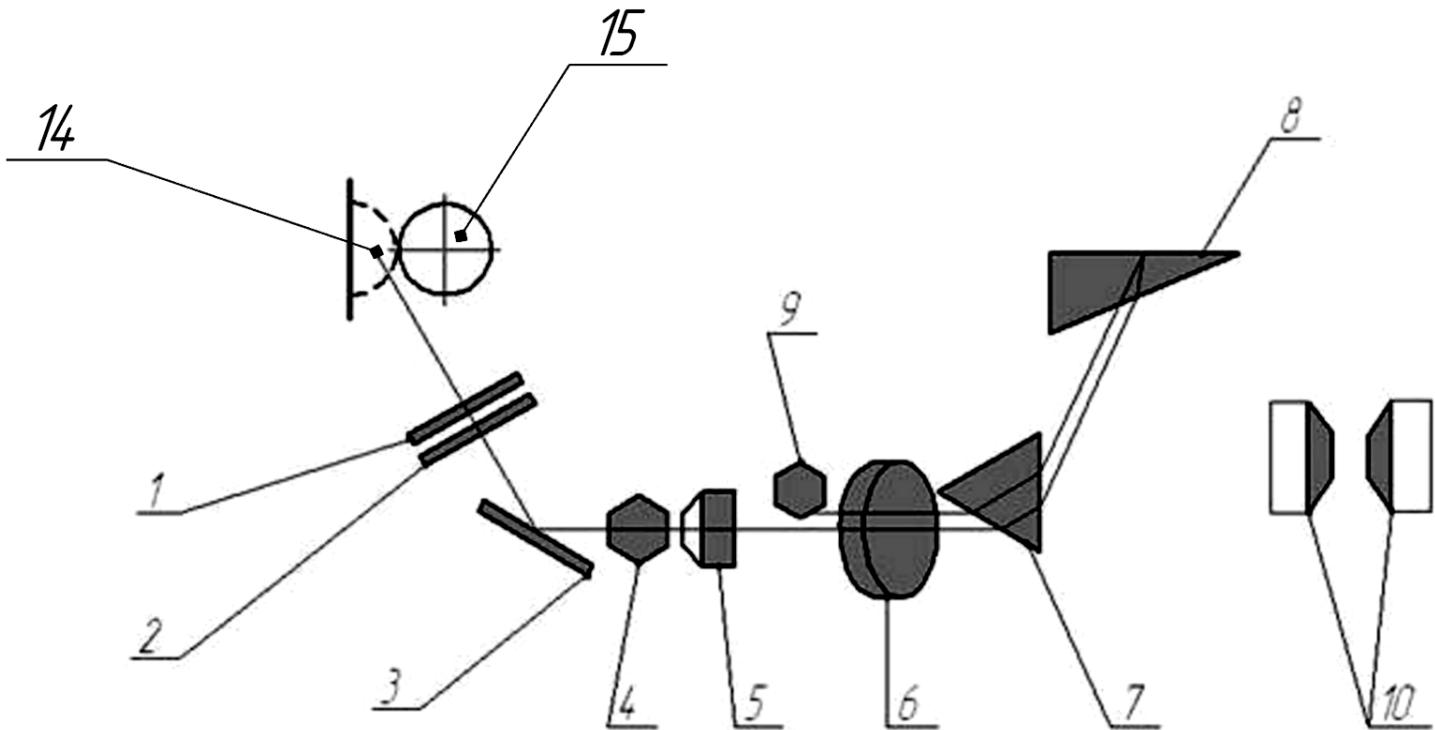

Рис. 1. Оптическая схема стилоскопа СЛП-2.
Оптическая схема прибора изображена на рис. 1. Как видно из рисунка, спектральный аппарат представляет собой автоколлимационный спектроскоп. Лучи света от дуги (14) и электрода (15), пройдя через защитные стекла (1 и 2), направляются зеркалом (3) на конденсор (4), который концентрирует их на щель (5) спектроскопа. Прошедший через щель пучок лучей объективом (6) из расходящегося превращается в параллельный и диспергирующими призмами (7 и 8) разлагается в спектр.
Стилоскоп (рис. 1, 3) состоит из головки с осветительной системой и собственно спектрального аппарата.